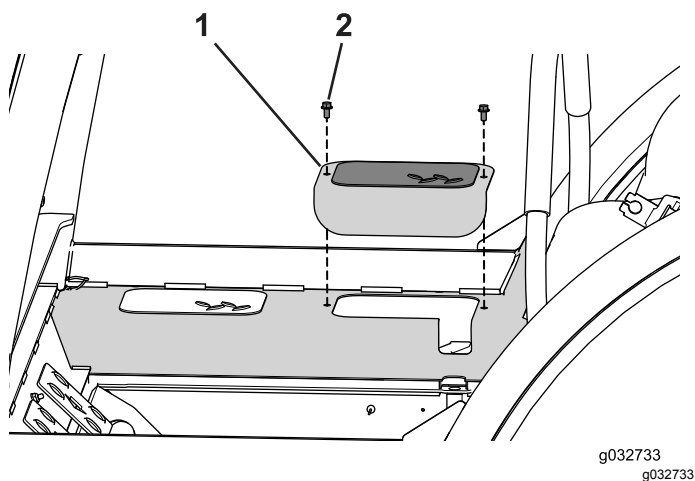

Figura 112
2. Retire los 2 pernos que sujetan la tapa de acceso en cada lado de la máquina (Figura 112).